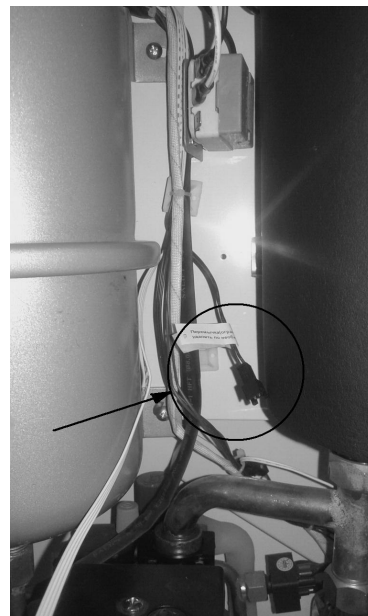

Рис.4
8. Если котел будет работать в радиаторной системе отопления необходимо удалить перемычку в кабельном разъеме размещенном между расширительным баком и нагревательной колбой.Рис. 4